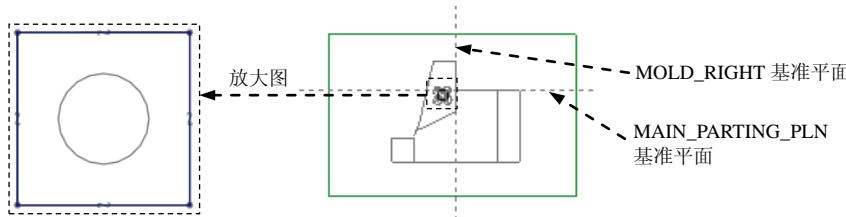
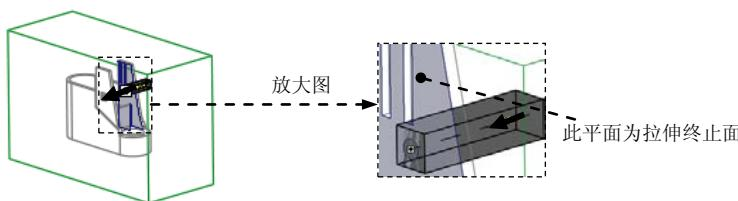

图 19.8 截面草图
图 19.9 选取拉伸终止面
(4) 进入草绘环境后, 选取 MOLD_RIGHT 基准平面和 MAIN_PARTING_PLN 基准平面为草绘参考, 利用“使用边”命令绘制图 19.8 所示的截面草图。完成特征截面的绘制后, 单击“草绘”操控板中的“确定”按钮 。
(5) 设置深度选项。
① 在操控板中选取深度类型 (到选定的)。
② 将模型调整到图 19.9 所示的视图方位, 采用“列表选取”的方法, 选择图 19.9 所示的平面为拉伸终止面。
(6) 在“拉伸”操控板中单击 按钮, 完成特征的创建。